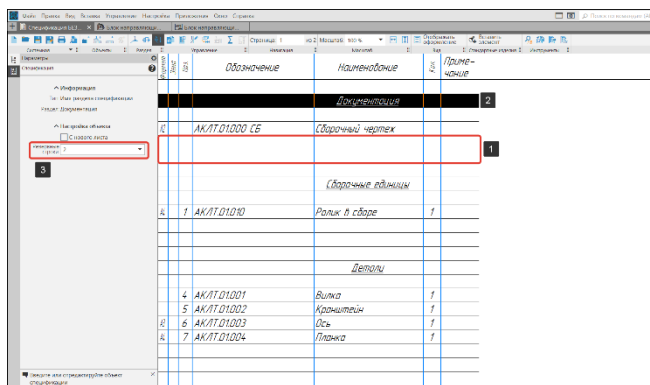

Рисунок 375 – Резервные строки
Резервная строка — строка спецификации, предназначенная для внесения последующих изменений в выпущенную (напечатанную на бумаге) спецификацию. Наличие резервных строк в спецификации продиктовано стандартом. В каждом разделе система автоматически создает несколько резервных строк. Эти строки всегда расположены в конце раздела (1) (Рисунок 375 – Резервные строки), в них никогда нельзя ввести данные. При простановке позиций в каждом разделе учитывается количество резервных строк в предыдущем разделе.
Порядок действий (Рисунок 375):